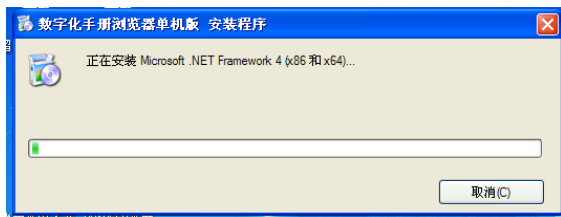

图 A.2-2 安装进度条
(3) 在您阅读完协议内容并表示同意后单击“接受”按钮, 显示图 A.2-2 所示的安装进度条。